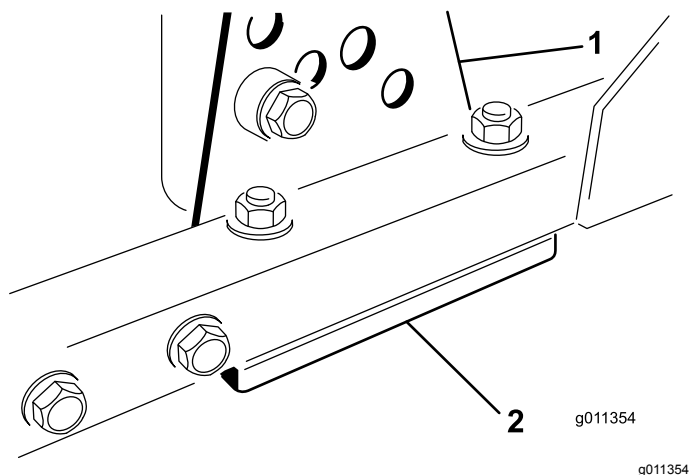

Рисунок 101
1. Снимите кронштейн высоты скашивания (передний, левый или правый) с рамы деки (Рисунок 101).
необходимую настройку высоты (Рисунок 101).